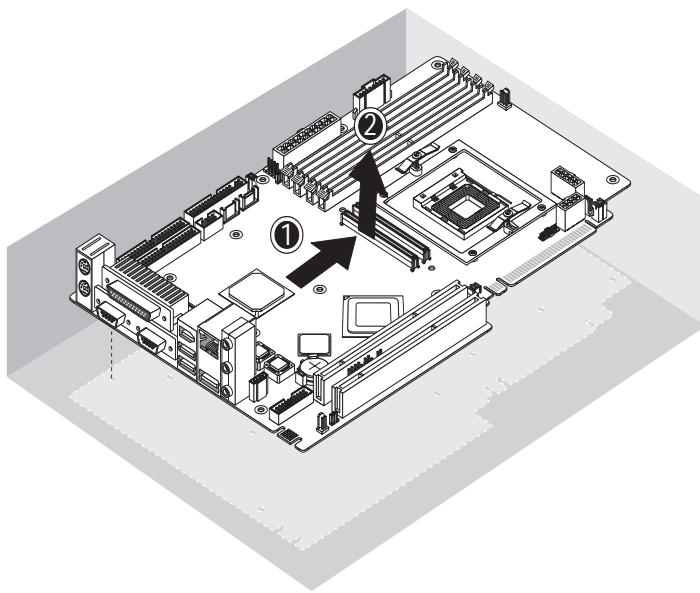

图 4-30 从机箱中拆卸主板
9. 将主板朝机箱的前面方向滑动（参见图 4-30 中的 (1)），然后向上提拉使主板脱离机箱 (2)。